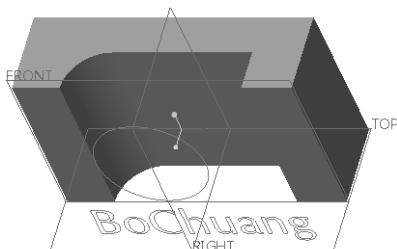

图 5-199 实体模型和草绘
- 1) 单击 (打开) 按钮，弹出“文件打开”对话框。从随书光盘中的“CH5”文件夹中选择“bc_5_bl.prt”文件，单击“打开”按钮。该文件中的实体模型和草绘如图 5-199 所示。